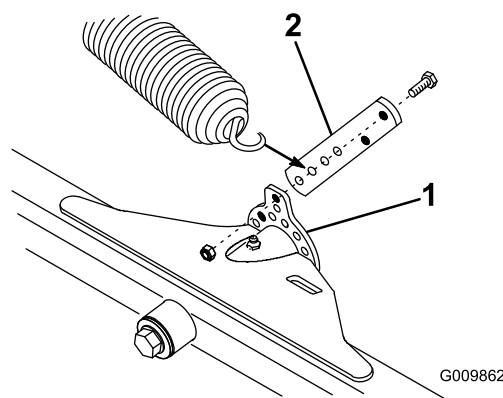

Figura 14
1. Montate ogni fissaggio della molla sul lato interno posteriore di ogni aletta di sollevamento dell'apparato di taglio anteriore con 2 bulloni (1/4 x 3/4 poll.) e i dadi di bloccaggio, come mostrato in Figura 14.
2. Sugli apparati di taglio anteriori, agganciate la molla al secondo foro dal basso (posizione n° 3) nel fissaggio della molla (Figura 14).